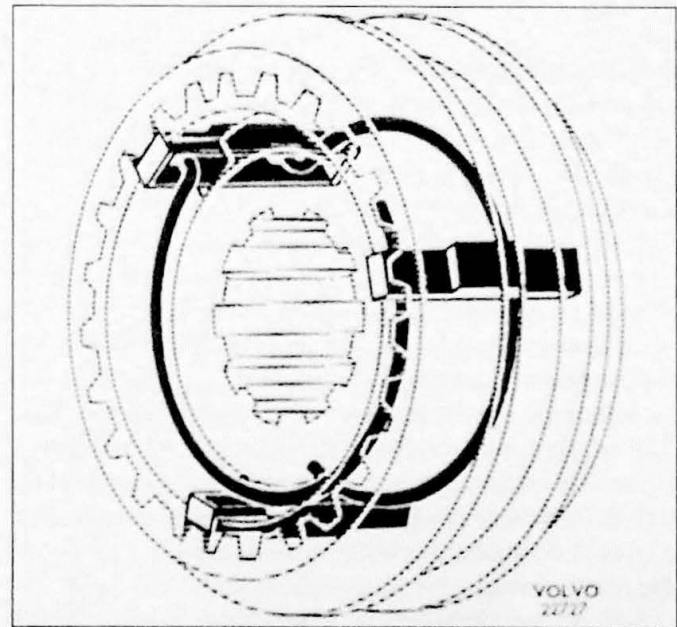

Fig. 6.13. In elkaar zetten van de synchroniseringen
3. Monteer de veerringen, volgers en koppelingshulzen voor de synchronisatie van de eerste versnelling op de hoofdas. Monteer de veerringen op de juiste wijze (Fig. 6.13). Monteer de afstandshuls en drukring.
6. Monteer drukplaat, tandwiel van de tweede versnelling en de synchronisatie-schoen op de as. Zet de synchronisatie van de tweede en de derde versnelling in elkaar. Monteer de veren op de juiste wijze (Fig. 6.13). Monteer daarna de synchronisatie op de hoofdas. **LET OP!** Monteer de synchronisatie op de juiste wijze. De gefreesde groef op de koppelingshuls moet aan de achterzijde zitten. Zoek een passende borgring en monteer deze.
3. Monteer de delen voor de synchronisatie van de eerste en tweede versnelling op de hoofdas. Monteer de veerringen op de juiste wijze (Fig. 6.13).
elkaar. Monteer de veerringen op de juiste wijze (Fig. 6.13). Monteer hierna de synchronisatieringen op de hoofdas.